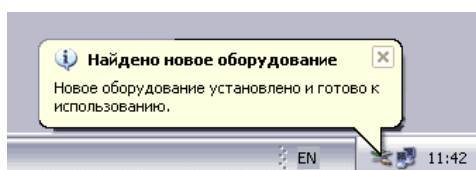

Рис. 2.6.
- 2.2.1.9. Если процесс установки драйвера ДК-2 завершен успешно, операционная система выдаст сообщение на панели задач: «Новое оборудование установлено и готово к использованию» (рис. 2.6).